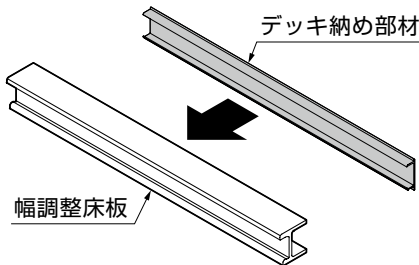

図1-15
② デッキ納め部材を幅調整床板にはめ込んでください。(図1-15参照)